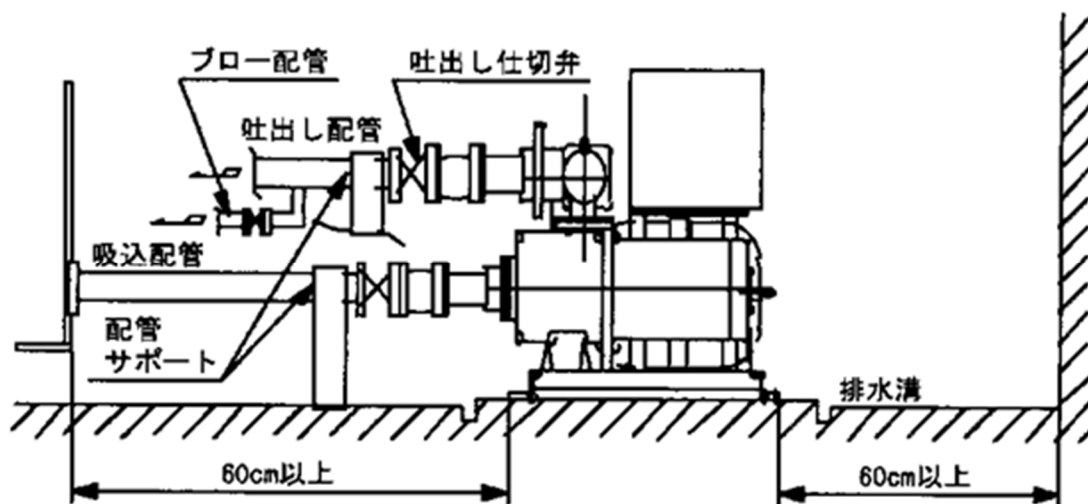

図1 ユニット据付例（流し込みの場合）
- (1) 相フランジは、配管にねじ込んだ後、給水装置に取り付けてください。また、耐圧力が十分な配管をご使用ください。
- (2) 配管材質は、赤水対策品を使用し、給水装置に吸込配管、吐出し配管の荷重がかからないよう、十分な配管支持をしてください。
- (3) 吸込配管は、必ず別々に設けてください。
- (4) 試運転調整や点検用に、吐出し側には、必ず仕切弁と試験配管（ブロー配管）を設けてください。
- (5) 流し込みの場合（図 1）